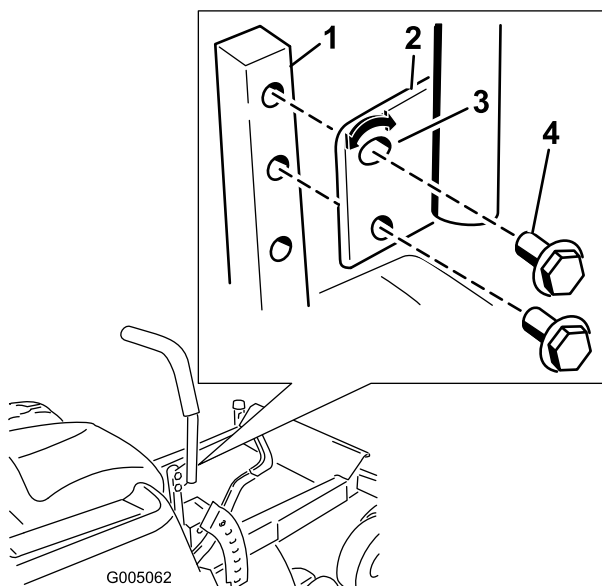

Figura 18
1. Retire los 2 pernos que fijan la palanca de control al brazo de la palanca (Figura 18).
2. Mueva la palanca al juego de taladros siguiente. Fije la palanca con los 2 pernos (Figura 18).
2. Afloje el perno inferior lo suficiente para poder desplazar hacia adelante o hacia atrás la palanca de control (Figura 18). Apriete ambos pernos para fijar el control en la posición nueva.